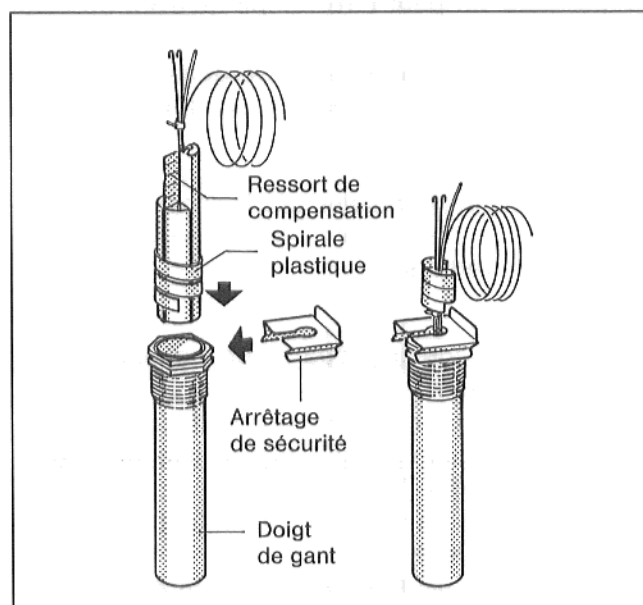

Fig. 10 Schéma de principe
- La spirale en plastique – maintenant les sondes – se replie automatiquement lorsque l'on introduit les sondes dans le doigt de gant (fig. 10).
Pour garantir le contact entre le doigt de gant et les sondes et permettre ainsi une transmission sûre des valeurs thermiques, le ressort de compensation doit se trouver entre les sondes (fig. 10).
- Enfoncer l'arrêtage de sécurité latéralement ou de haut en bas sur la tête du doigt de gant (fig. 10).